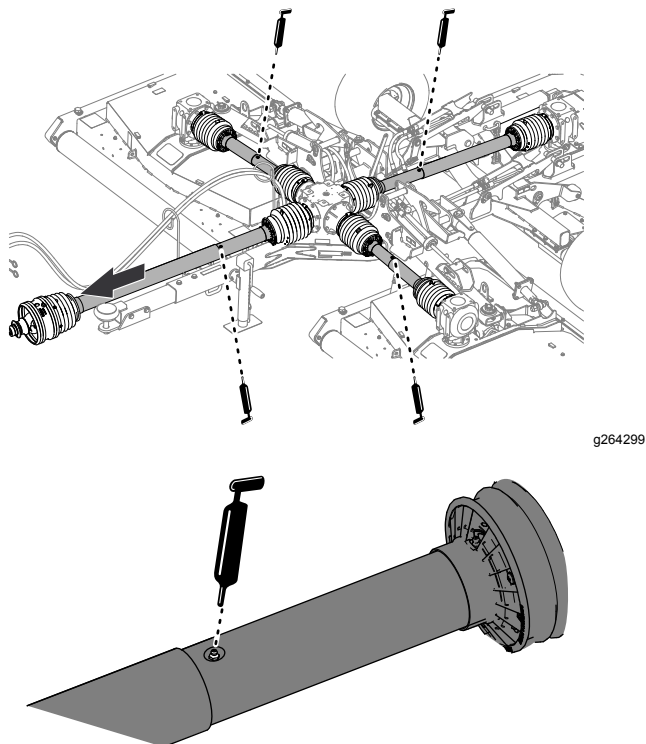

Figure 49
1. Déployez partiellement l'arbre d'entraînement de PDF pour accéder au graisseur situé près du centre de la protection intérieure de l'arbre (Figure 49).
2. Appliquez de la graisse sur les 4 graisseurs des joints de l'arbre d'entraînement télescopique comme illustré à la Figure 49.